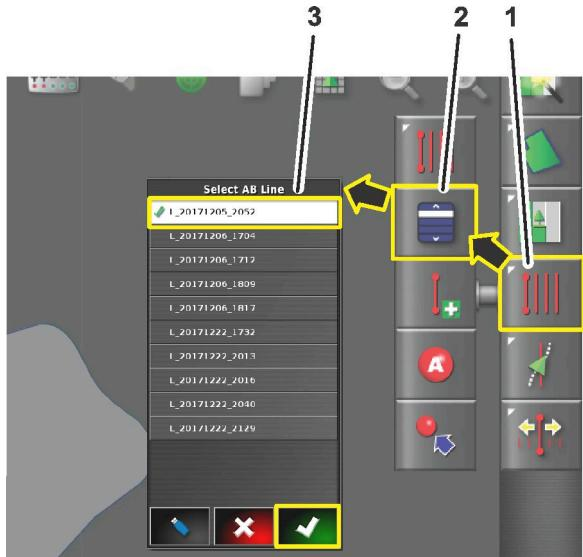

Bild 19
1. Tippen Sie auf das Symbol „Leitlinien-Menü“ (Bild 19).
2. Drücken Sie auf das Symbol zur Auswahl der Leitlinie (Bild 19).
4. Drücken Sie für gerade oder gebogene Leitlinien das Symbol zur Auswahl der Leitlinie (Bild 19) für eine AB oder die gebogene Leitlinie.
5. Drücken Sie auf das gewünschte Feld für den Namen der Leitlinie und dann auf das Bestätigen-Symbol (Bild 19).